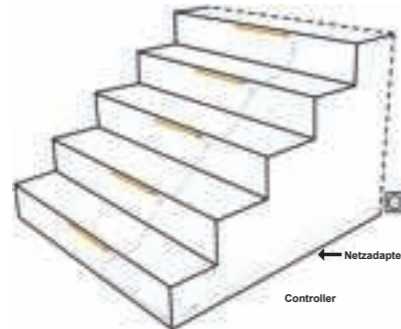

Abb. 3
4. Verbinden Sie das Verbindungskabel mit dem Controller (Fernbedienungsempfänger) und den Controller mit dem Netzadapter (siehe Abb. 3).
5. Stecken Sie zum Schluss den Netzadapter in die Wandsteckdose (siehe Abb. 3). Wenn Sie auch das optionale Sensorset gewählt haben, schließen Sie es zuletzt an. (Siehe dazu die mit dem Sensorset gelieferte Anleitung).
4. Connect the main line to the controller (remote control receiver) and connect the controller to the main adapter (See fig. 3).
5. Finally plug the power supply adapter into the wall socket (see fig. 3).